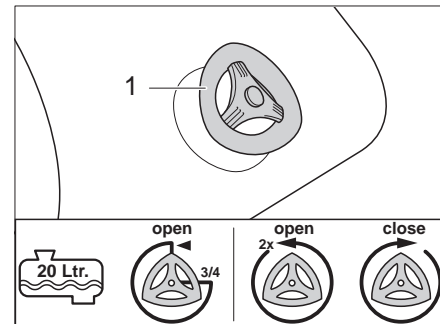

Bild 248 Ablasshahn
- 1/2 voll oder weniger: Den Ablasshahn (Bild 248,1) eine 3/4-Umdrehung gegen den Uhrzeigersinn drehen.
- 3/4 voll und mehr: Den Ablasshahn (Bild 248,1) 2 Umdrehungen gegen den Uhrzeigersinn drehen.
- Ablasshahn (Bild 248,1) im Uhrzeigersinn schließen.